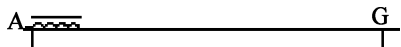

图 15-99 插入结果
1) 单击“默认”选项卡“修改”面板中的“移动”按钮,在对象捕捉绘图方式下,关闭正交功能,捕捉如图 15-97 所示的 A3 点,拖动图形,选择导线 AG 的左端点 A 作为图形的插入点,插入结果如图 15-99 所示。